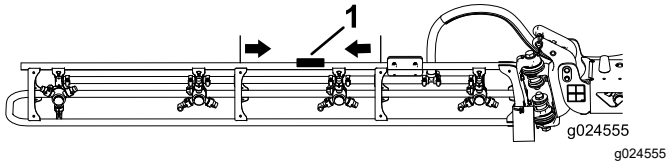

Figura 29
1. Localize o meio de uma rampa exterior, entre os suportes, como se mostra na Figura 29.